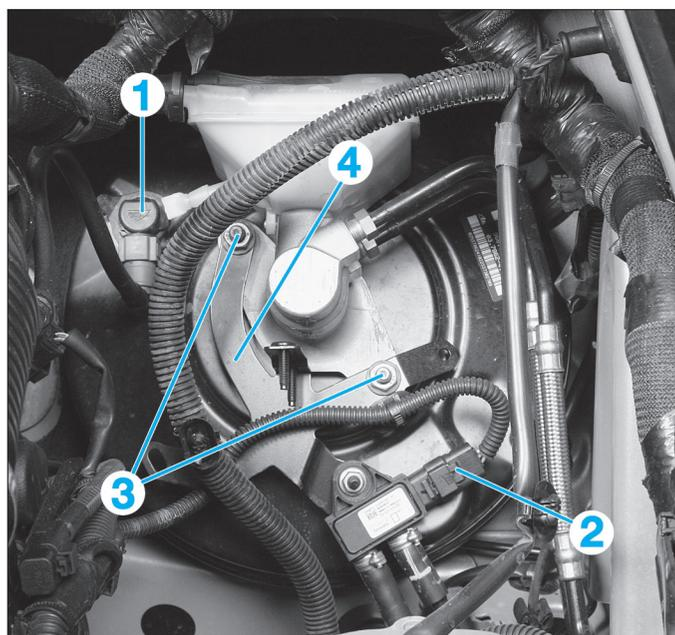

Fig. 26
- Débrancher le raccord de dépression (1) du servofrein (Fig.26).